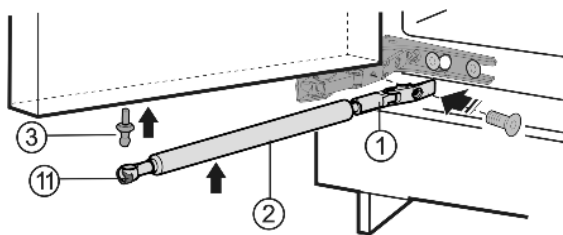

Fig. 6
- ▶ Avvitare saldamente il perno sferico Fig. 6 (3) nel nuovo foro di fissaggio a min. 4 Nm.
- ▶ Spingere di nuovo in avanti la molla di trazione Fig. 6 (11).
- ▶ Avvitare saldamente il supporto Fig. 6 (1) a 3 Nm.
- ▶ Agganciare l'ammortizzatore di chiusura Fig. 6 (2) nel perno sferico.